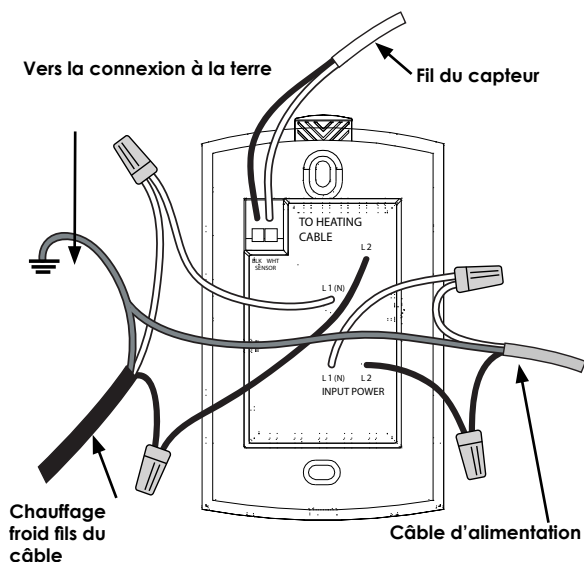
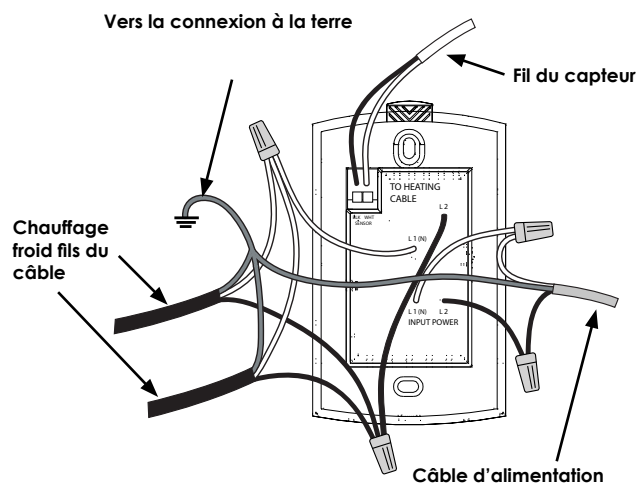

Figure 5
Figure 6
4. Préparer chaque câble chauffant/conducteur froid pour connexion/épissure et branchement selon les indications de la figure 5 ou de la figure 6, selon le cas.
5. Préparer le fil du capteur selon les indications de la figure 5 ou de la figure 6, selon le cas. Utiliser un tournevis pour connecter les fils du capteur (fils noir et blanc) aux bornes BLK et WHT correspondantes.